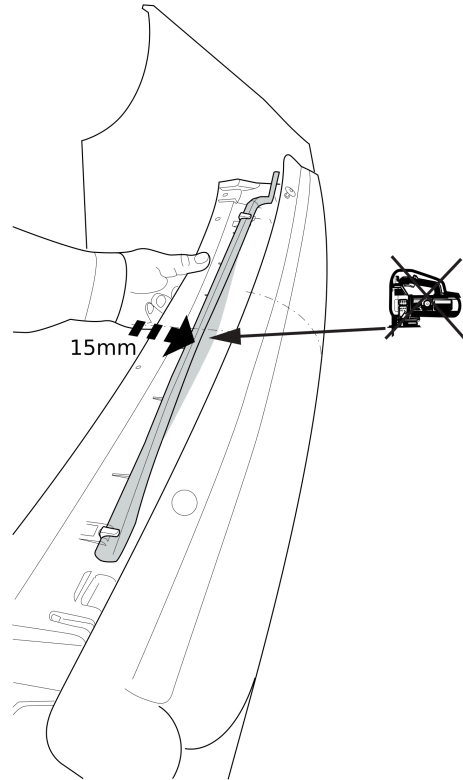

Fig. 2
7. Переместите датчик если имеется. См. рисунок 2.